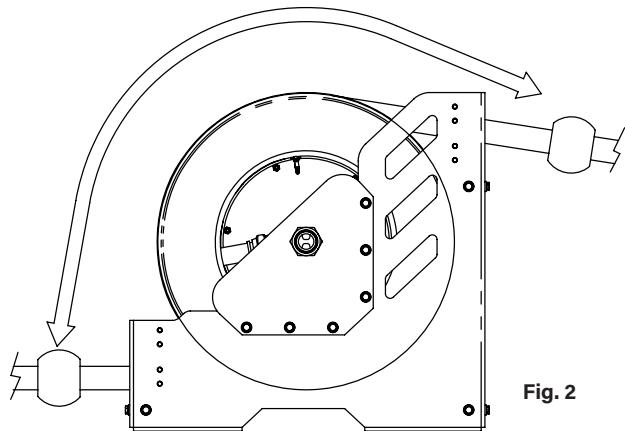

Fig. 2
4. Oriente la manguera (no es necesario que desmonte el tope de manguera) hacia la nueva posición de la salida, para ello, sujeté firmemente la manguera, libere el tambor del trinquete, y gírela hasta que la manguera apunte hacia su nueva posición de salida (Fig. 2). Bloquee el tambor de nuevo en la posición de trincado más próxima.